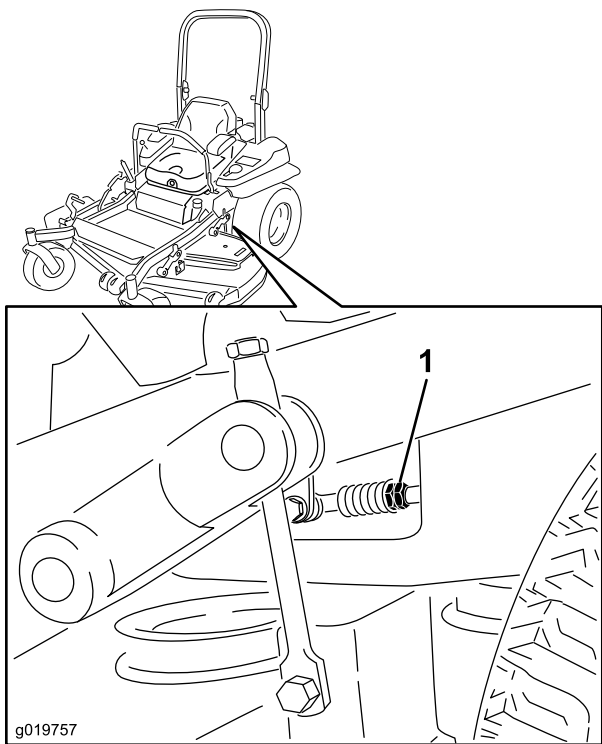

Figura 82
7. Ponga las palancas de control de movimiento en la posición de punto muerto. Ajuste la longitud de las varillas de control de las bombas girando las tuercas dobles de la varilla en el sentido apropiado, hasta que las ruedas se muevan ligeramente en marcha atrás (Figura 82). Mueva las palancas de control de movimiento a la posición de marcha atrás y, aplicando una ligera presión a la palanca, deje que los muelles de marcha atrás devuelvan las palancas a punto muerto. Las ruedas deben dejar de girar o moverse muy lentamente en marcha atrás.